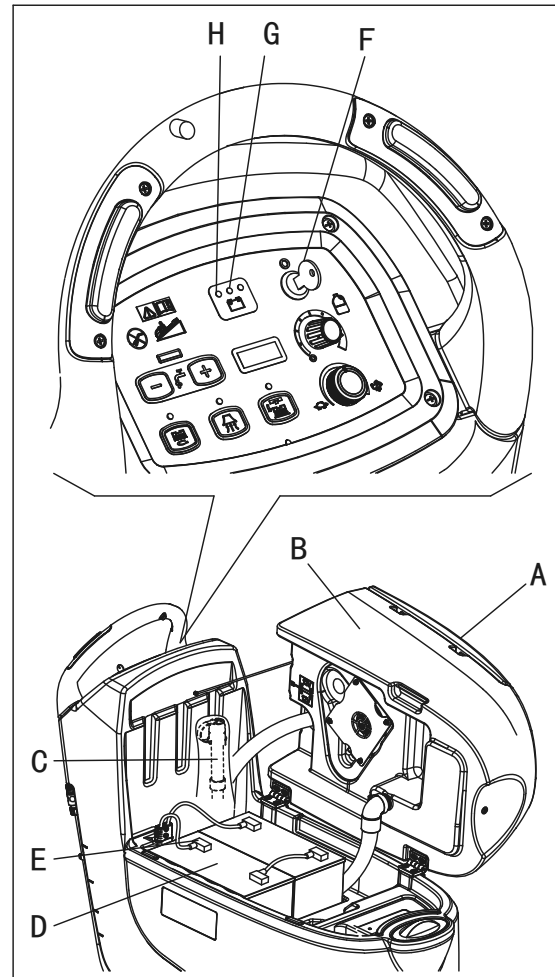
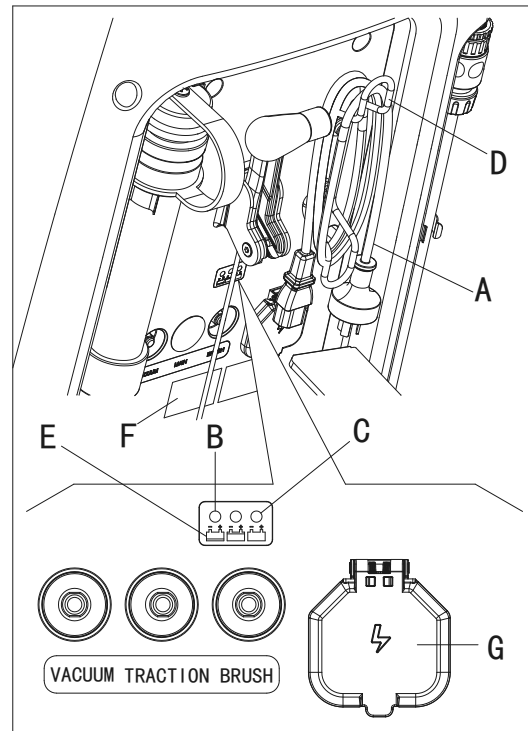

Figure 16
Figure 17
1. Ouvrir le couvercle (A, Fig. 16) et vérifier si le réservoir d'eau de récupération (B) est vide; sinon, le vider par le tuyau de vidange (C).
3. Tourner la clé de contact (F) sur "0".
4. Soulever délicatement le réservoir (B).
- Vérifier le niveau d'électrolyte dans les batteries (D); si nécessaire, en rajouter à travers les bouchons (E).
- Laisser tous les bouchons de la batterie (E) ouverts pour le chargement suivant.
- Si nécessaire, nettoyer la surface supérieure des batteries (D).
7. Brancher le câble du chargeur de batterie (A, Fig. 17) au réseau électrique (G) (la tension du réseau électrique et la fréquence doivent être compatibles avec les valeurs du chargeur de batterie figurant sur la plaque signalétique portant le numéro de série de la machine (F)). Lorsque le chargeur de batterie est connecté au réseau électrique, toutes les fonctions de la machine sont automatiquement coupées. Si le témoin lumineux rouge (B) sur le panneau de commande du chargeur de batterie reste allumé, le chargeur de batterie est en train de charger les batteries.
8. Lorsque le témoin lumineux vert (C) s'allume, la charge de la batterie est achevée.
9. Lorsque la charge de la batterie est achevée, débrancher le câble du chargeur de batterie (A) du réseau électrique (G) et l'enrouler autour de son logement (D).
Pour plus d'informations sur le fonctionnement du chargeur de batterie (E, Fig. 17), voir le Manuel pertinent.